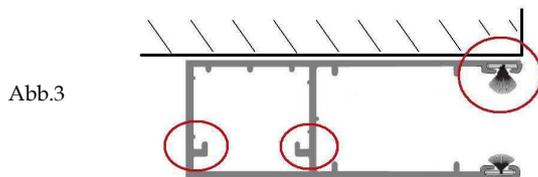

Abb.3
**ACHTUNG:** Die Führungsschiene ist asymmetrisch und lässt sich seitlich nicht vorbohren! Grund dafür sind die Schnäbelchen in der Schienenkammer, die stets weg vom verankerten Mauerwerk zeigen. (Abb. 3)